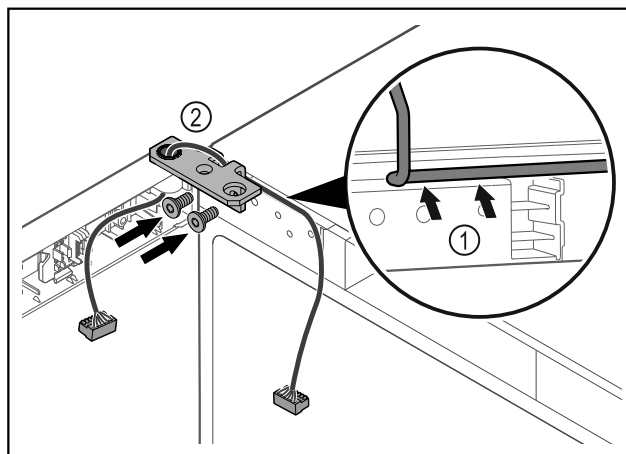

Fig. 48
- Sæt kablet gennem hængselvinklens udsparring, og træk det forsigtigt Fig. 48 (1).
- Skru hængselvinklen Fig. 48 (2) på.